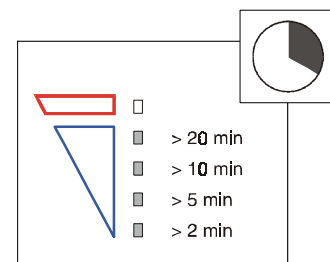

Bild 6
**Anzeige der verbleibenden Überbrückungszeit (Bild 6)**